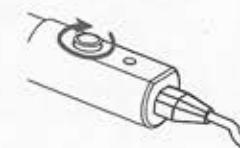

Fig.9
- Tourner le bouton du thermostat dans le sens des aiguilles d'une montre jusqu'à atteindre le maximum [Fig. 9].